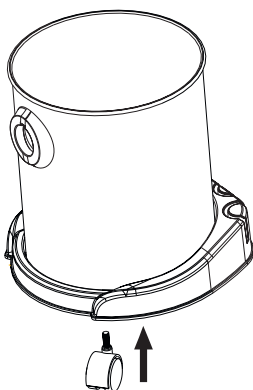

Fig. 3 – Instalación de las ruedas
- Instale las 4 ruedas que acompañan el producto, Fig. 3.